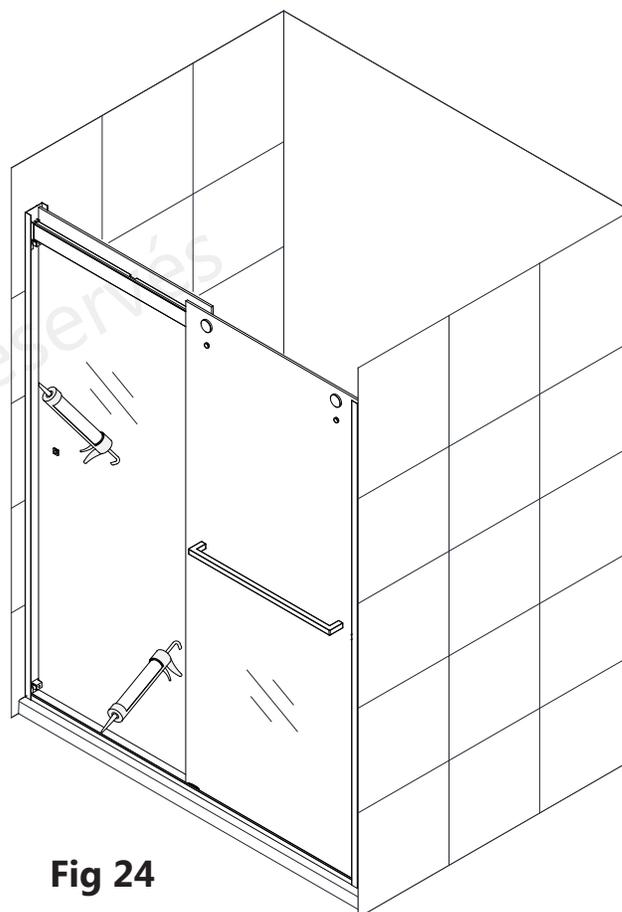

Fig 24
24. Appliquez un silicone qualité supérieure, résistant à l'eau et à la moisissure, le long du profilé mural et du profilé du bas, à la jonction des murs et du seuil. **(Fig 24)**